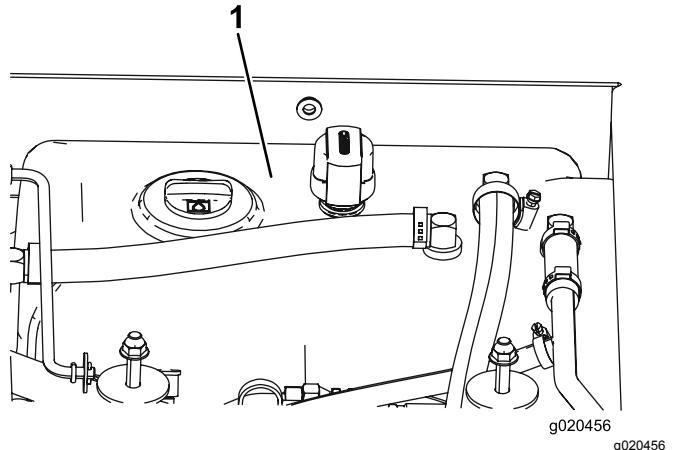

Figura 105
4. Riempite il serbatoio (Figura 105) di fluido idraulico; fate riferimento a Controllo del fluido idraulico (pagina 75).